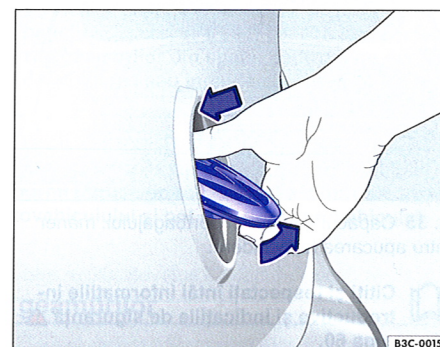

Fig. 34 Deschiderea din exterior a capotei portbagajului.
- Apăsăți cu degetul mare în partea de sus a emblemei Volkswagen ⇒ fig. 34 și rabatați emblema în jos. Capota portbagajului se va deschide singură.